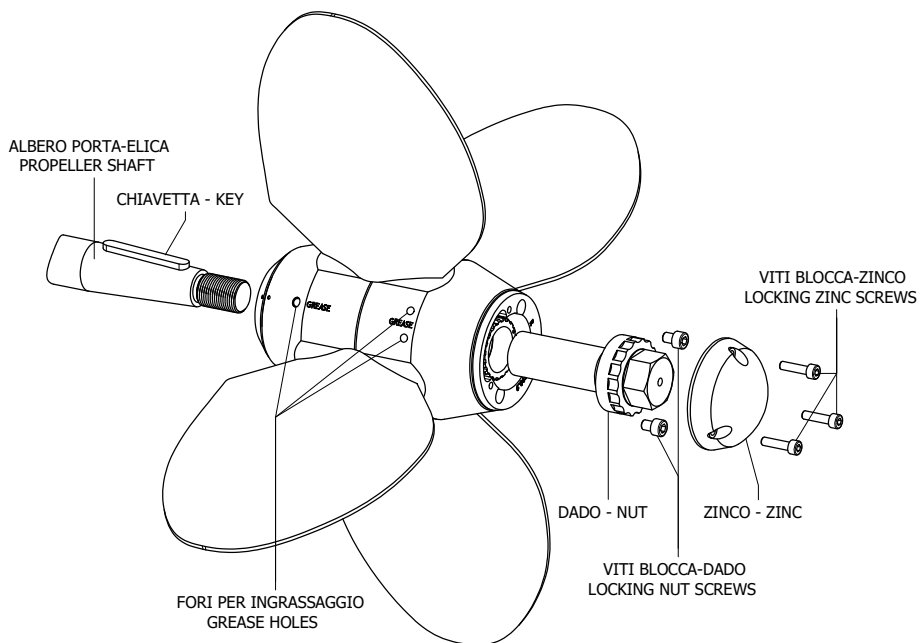

fig.2
- Inserire l'elica già assemblata sull'albero porta-elica (fare riferimento alla fig. 2).